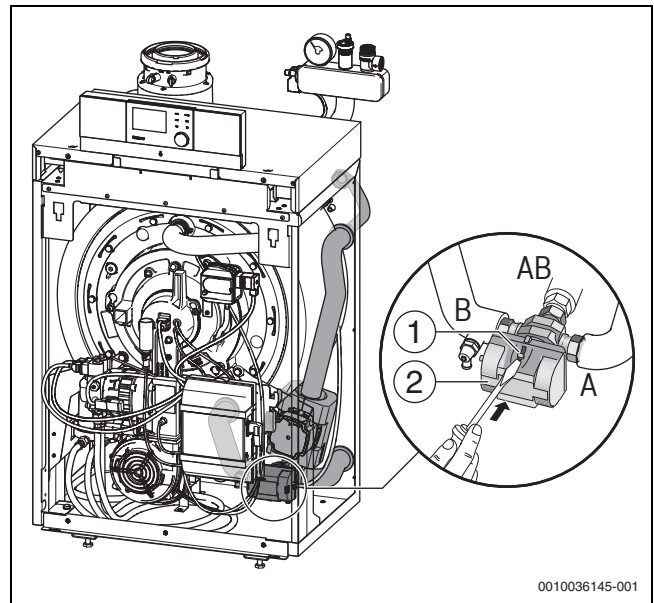

Bild 25 Manueller Umschalter des 3-Wege-Ventils (Lupe zeigt das 3-Wege-Ventil von unten)
- ▶ Darauf achten, dass das 3-Wege-Ventil (→ Bild 25) ohne Strom zwischen den Anschlüssen AB und B offen ist (→ Bild 25).
Für Notbetrieb: Bei defektem Stellantrieb kann das 3-Wege-Ventil (→ Bild 25, [2]) mit dem manuellen Umschalter (→ Bild 25, [1]) von AB-B in Mittelstellung gebracht werden.
Zum Befüllen und Entlüften muss das 3-Wege-Ventil (→ Bild 25, [2]) mit dem manuellen Umschalter (→ Bild 25, [1]) von AB-B in Mittelstellung (Auslieferungszustand) gebracht werden.